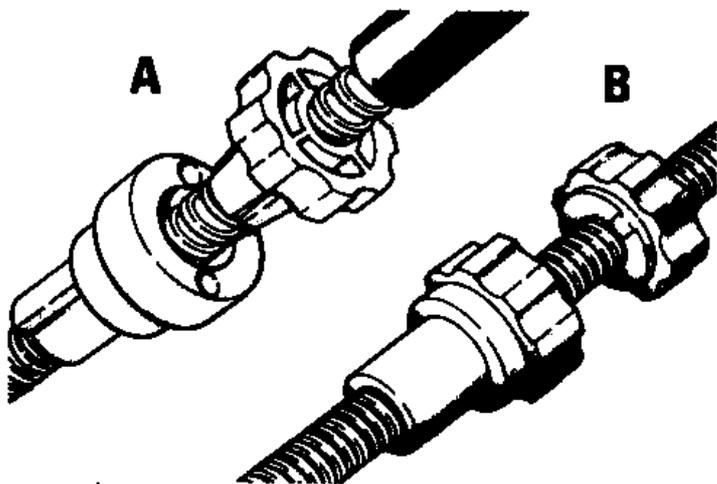

Рис.9.24. Два типа регулятора троса ручного тормоза (Разд.12)
10. С сентября 1982 г. устанавливается новый регулятор натяжения троса ручного тормоза (Рис.9.24).